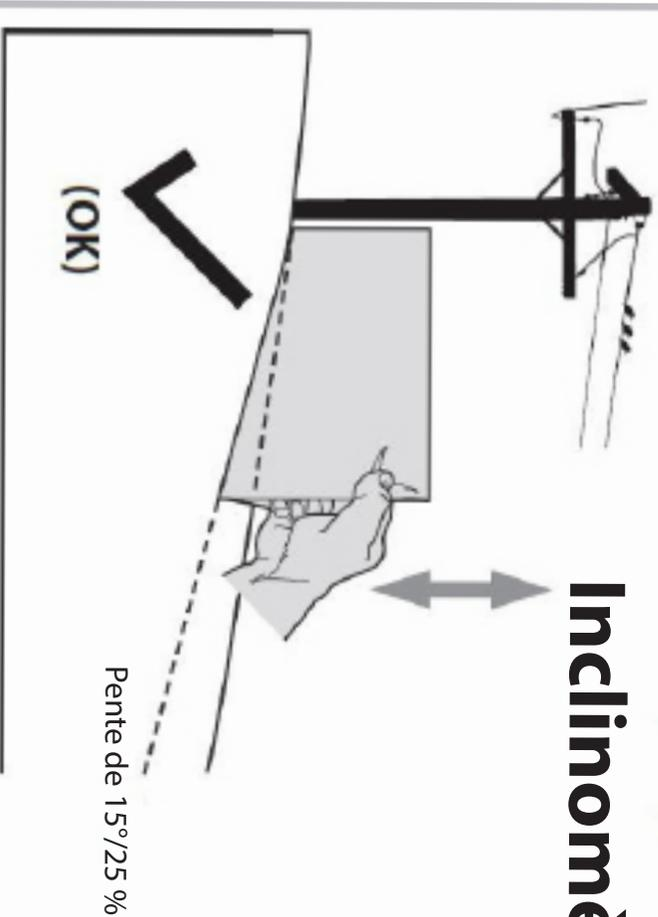
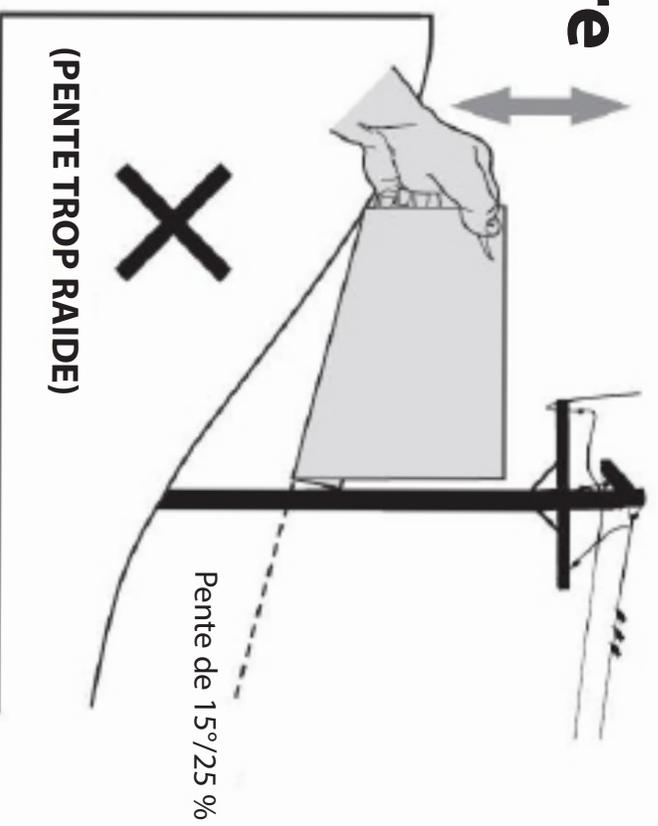

Figure 1
Figure 2
3. Alignez un côté de l'inclinomètre avec l'objet (voir Figure 1 et Figure 2).
4. Réglez l'inclinomètre vers le haut ou vers le bas jusqu'à ce que le coin gauche touche la pente (voir Figure 1 et Figure 2).